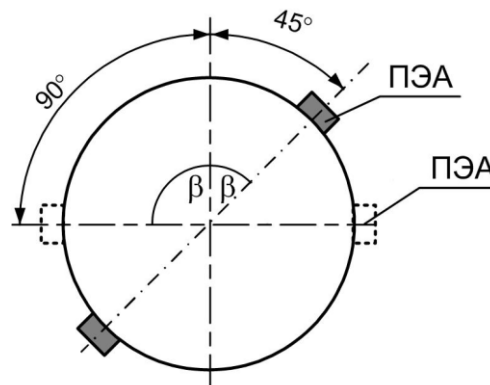

Рис.3. Рекомендуемое положение ПЭА на трубопроводе относительно вертикали.
- при установке ПП на трубопровод, рекомендуется располагать его таким образом, чтобы продольная плоскость ПЭА (плоскость, проходящая через пару ПЭА вдоль оси трубопровода) составляла с вертикалью угол  $\beta = 45^\circ - 90^\circ$  (см. рис.3).